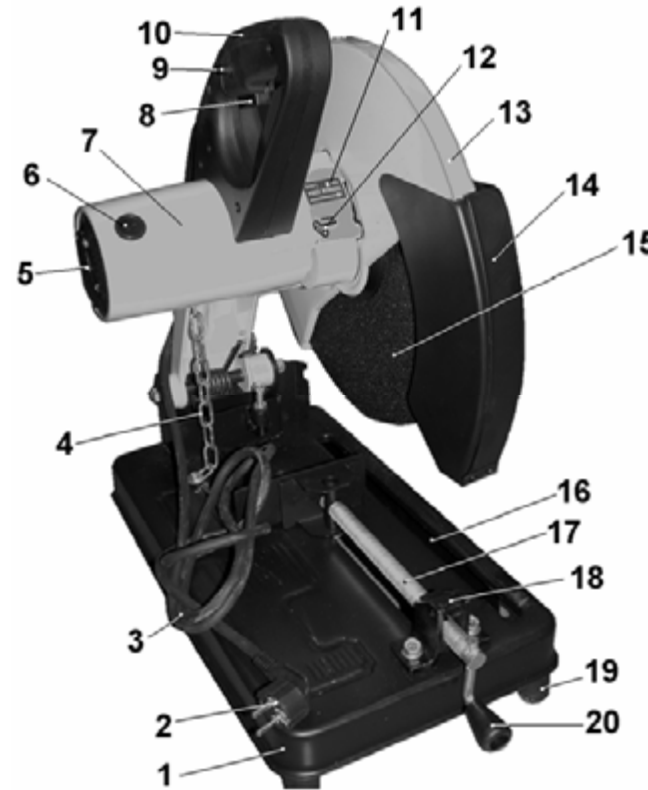

Рис. 2
## 7. УСТРОЙСТВО (Рис. 2, 3)
## 8. ТРАНСПОРТНОЕ ПОЛОЖЕНИЕ (Рис. 2, 3)
### 10.1. Регулировка угла резания заготовки (Рис. 2, 4)
10.1.5. При необходимости повторите регулировку, для чего опустите ручку (10), Рис. 2, установите между плоскостью губок тисков (23) и отрезным диском (15) угольник, уголомер, шаблон или образец и отрегулируйте необходимый угол резания.
## 11. ОСНОВНЫЕ ОПЕРАЦИИ (Рис. 2 - 7)
**ВНИМАНИЕ:** при полностью опущенной ручке (10) отрезной диск (15) не должен касаться стенок прорези (16) рабочего стола (1) или поверхности опорной поверхности машины (верстака и т.д.), Рис. 2, 3.